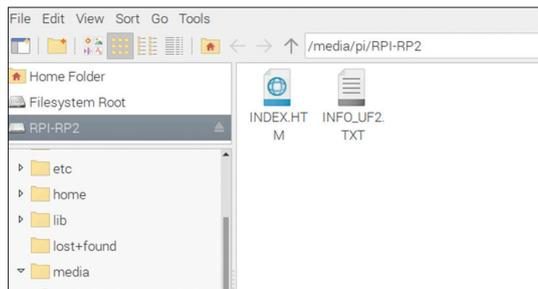

Bild 2.2: Beide Dateien beachten!
- Im Fenster **File Manager** sehen Sie zwei Dateien mit den Namen **INDEX.HTM** und **INFO\_UF2.TXT** (Bild 2.2).